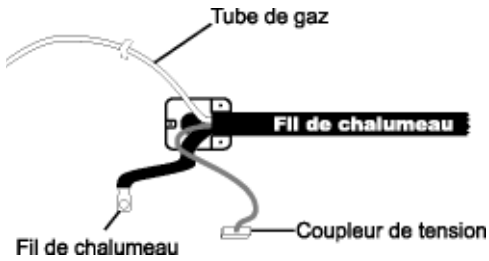

Figure 6. Boîte de connexion
5. Placez le fil de chalumeau dans la boîte de connexion tel qu'illustré à la figure 6. Assurez-vous que la douille du fil de chalumeau repose sur la portion rainurée de la boîte de connexion. Le tube de gaz doit sortir du dessus de la boîte de connexion. Le coupleur de tension et le fil de chalumeau doivent sortir du dessous de la boîte de connexion.